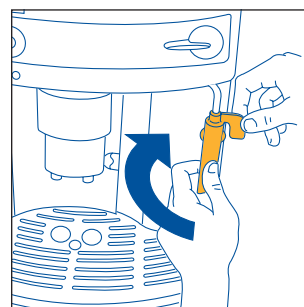

Abb. 25
- Den Drehknopf nach rechts bis zum Anschlag drehen und mit einer Hand den Griff des Milchaufschäumerrohrs festhalten. Mit der anderen Hand den Milchaufschäumer selbst durch Drehen nach rechts aufschrauben und herausziehen (Abb. 25).